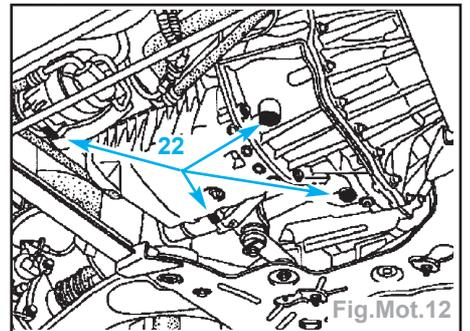

Fig.Mot.12
- les tirants (18),
- les deux longerons en aluminium (19),
- les fixations inférieures de l'ensemble de refroidissement (20),
- Les patins doivent impérativement être placés sous les zones grisées (22) (Fig.Mot.12).